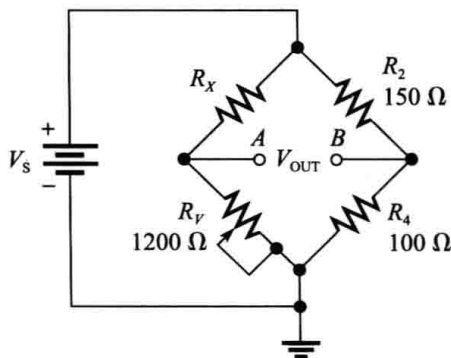

图 6-36
【例 6-13】 试确定图 6-36 所示平衡电桥中 R_X 的值, 当 R_V 置于 1200Ω 时电桥平衡 ($V_{\text{OUT}} = 0$)。
相关问题：如果在图 6-36 中 R_V 必须调到 $2.2\text{k}\Omega$ 电桥才平衡，试问 R_X 为多少？
- 时，试问图 6-36 中的未知电阻为多大？